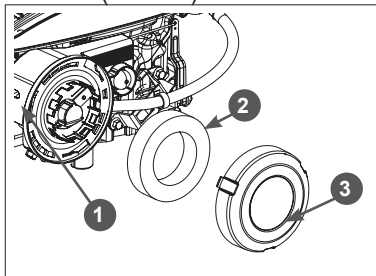

Рис. 21. Обслуживание воздушного фильтра
1. Поверните против часовой стрелки крышку 3 воздушного фильтра и снимите её. (Рис. 21).
2. Извлеките фильтрующий элемент 2 (Рис. 21).